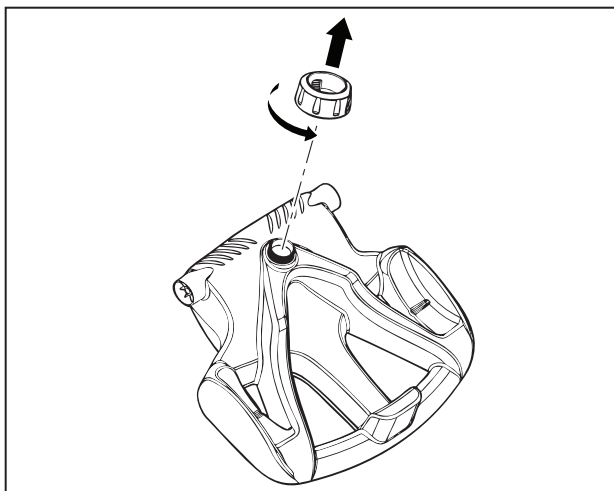

Figure 2. Retirer l'écrou du socle
1. Dévissez l'écrou à main de la base (Figure 2).